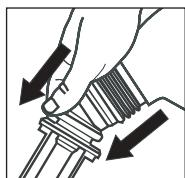

Figure 25
- Compress mini-bellows and open lever to allow the flow of gasoline. (See Figure 25)
- Compressez le mini soufflet et ouvrir le levier afin de permettre le débit d'essence. (Voir Fig. 25)